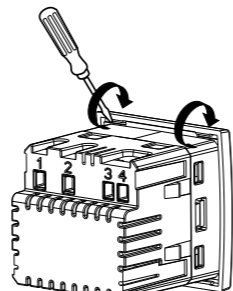

Fig. 1
2. inserire la punta di un cacciavite nella parte indicata in fig. 1 facendo una leggera leva in modo da sganciare i dentini di blocco del frontalino